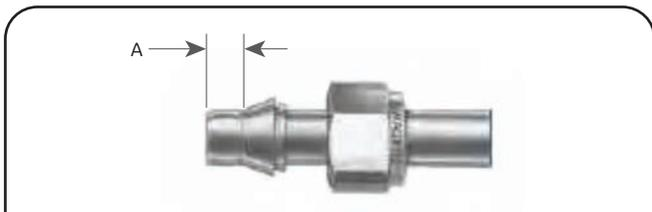

Figura 35: Dimensiones del tubo
2. Instale los tubos de .375" (9,53 mm) de diámetro exterior (consulte la Tabla 12 para conocer las dimensiones del tubo) en los accesorios de los puertos de entrada y domo. Asegúrese de que los extremos del tubo estén completamente insertados antes de apretar. Comience a apretar el accesorio, aproximadamente a mitad del trabajo, verifique que el medidor de inspección de espacio de Swagelok (Swagelok P/N MS-IG-468) desaparezca. Continúe apretando el accesorio hasta que el indicador de inspección de espacio de Swagelok no desaparezca. Después de apretar, retire para asegurarse de que la férula esté en contacto con el tubo. Consulte la Tabla 11 y la Figura 35 para determinar si la férula se ha asentado correctamente. Vuelva a instalar el tubo.